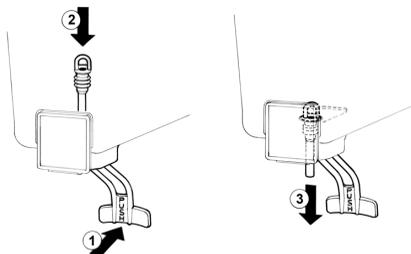

figura 4
**2 Grifo con tubo de goma:** empujar la palanca mando grifo (1) e insertar el tubo de goma de salida en su situación vertical en el fondo del contenedor (2). Tirar (3) ligeramente hacia abajo la extremidad del tubo de goma hasta ajustarlo completamente (ver figura 4).